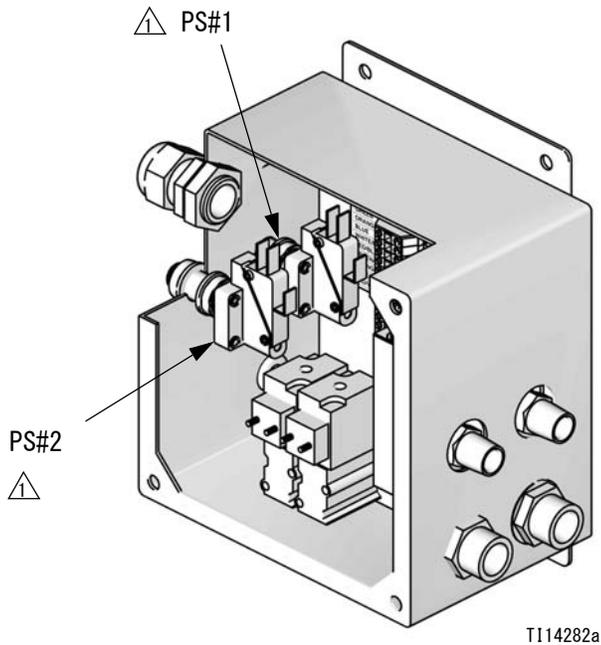

図 4. 圧カスイッチ（二個図示）を設置して下さい
1. それぞれガン洗浄ボックスキットには、1つの圧カスイッチ（PS）が含まれます。エア制御モジュールは1ないし2個の圧カスイッチを収容可能です。スイッチはエンクロージャーの左側に設置して下さい。図4を参照してください。